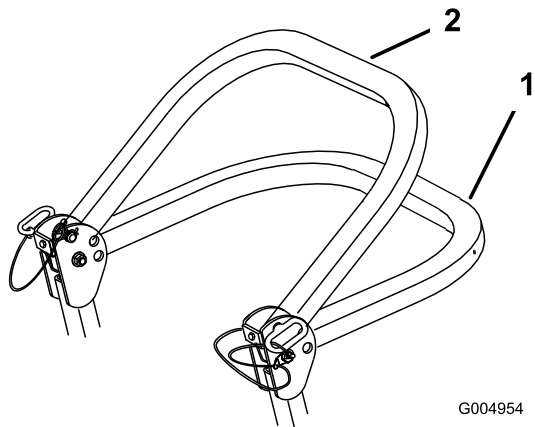

Figure 10
2. Faites pivoter l'arceau de sécurité à la position abaissée (Figure 10).
**Remarque:** La position abaissée est à 2 niveaux ; voir Figure 10.